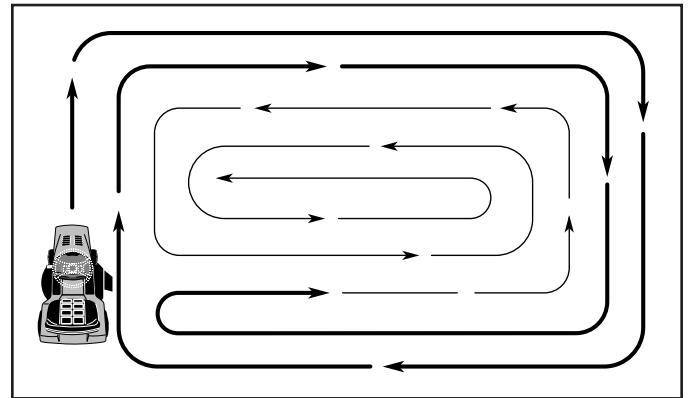

Fig. 15
L'OPÉRATION DE LA SOUPAPE D'ESSENCE POUR RÉSERVE (Voir La Fig. 15)
- Pour tondre une grande surface, on vous conseille de commencer par tourner à droite, de façon à ce que l'herbe ne soit pas déversée sur les arbustes, les clôtures, les allées, etc. Après un ou deux tours, tondez en sens inverse en tournant à gauche jusqu'à ce que le travail soit achevé (Voir la Fig. 15).